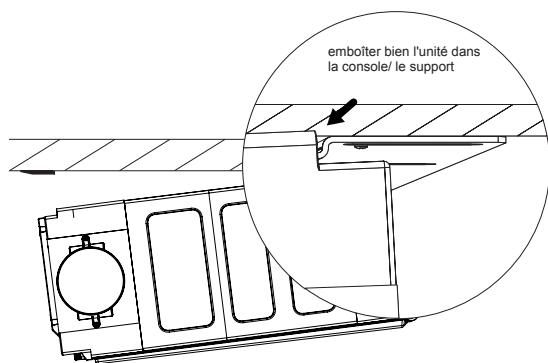
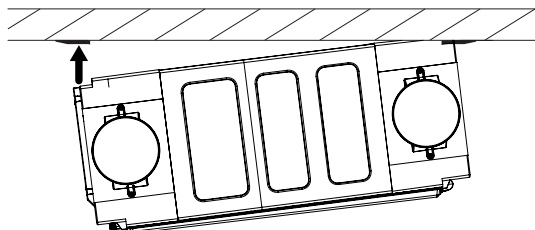

Figure 2
Figure 3
2.4.7 L'unité se fixe au support de plafond en emboîtant le support fixé à l'arrière de l'appareil et en le glissant en place. D'abord s'assurer d'emboîter avec le support vissé « fermement » (voir Figure 2) et pousser l'appareil jusqu'au plafond. Faire glisser le support « lâche » pour l'emboîter avec le support au dos de l'appareil (voir Figure 3).